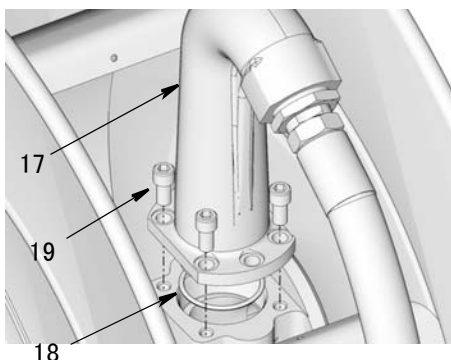

图 24
1. 出口 (17) 逆向。
- a. 从卷盘上拆下螺栓 (19) 和出口 (17) (图 24)。